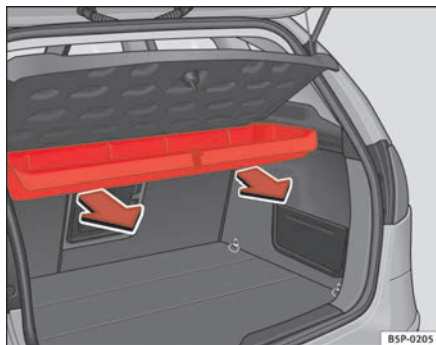

Fig. 125 Desmontaje caja portaobjetos
- Tire hacia afuera hasta desenclavar la caja de los ejes de giro. ⇒ fig. 125